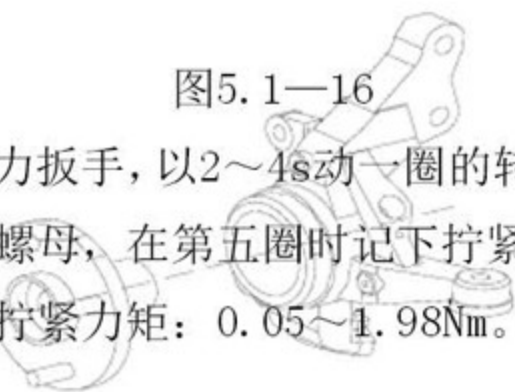

图 5.1-17
- ⑤ 安装
- a. **临时拧紧前悬下摆臂总成。**用2个螺栓和螺母，暂时紧固前悬下摆臂总成。不用打力矩，见图5.1-17所示。按与拆卸相反的顺序进行。在安装前轮车速传感器时，确保接头夹子与托架正确啮合。
- d. 充分紧固前悬下摆臂总成。用2个螺栓紧固下摆臂，如上图5.1-17所示，拧紧力矩218Nm。注意：不要转动螺母。